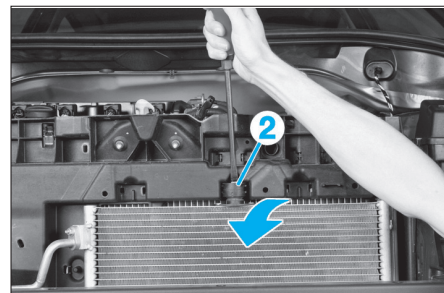

Fig. 39
- À l'aide d'un tournevis, déloger le condenseur en (2) (Fig.39).